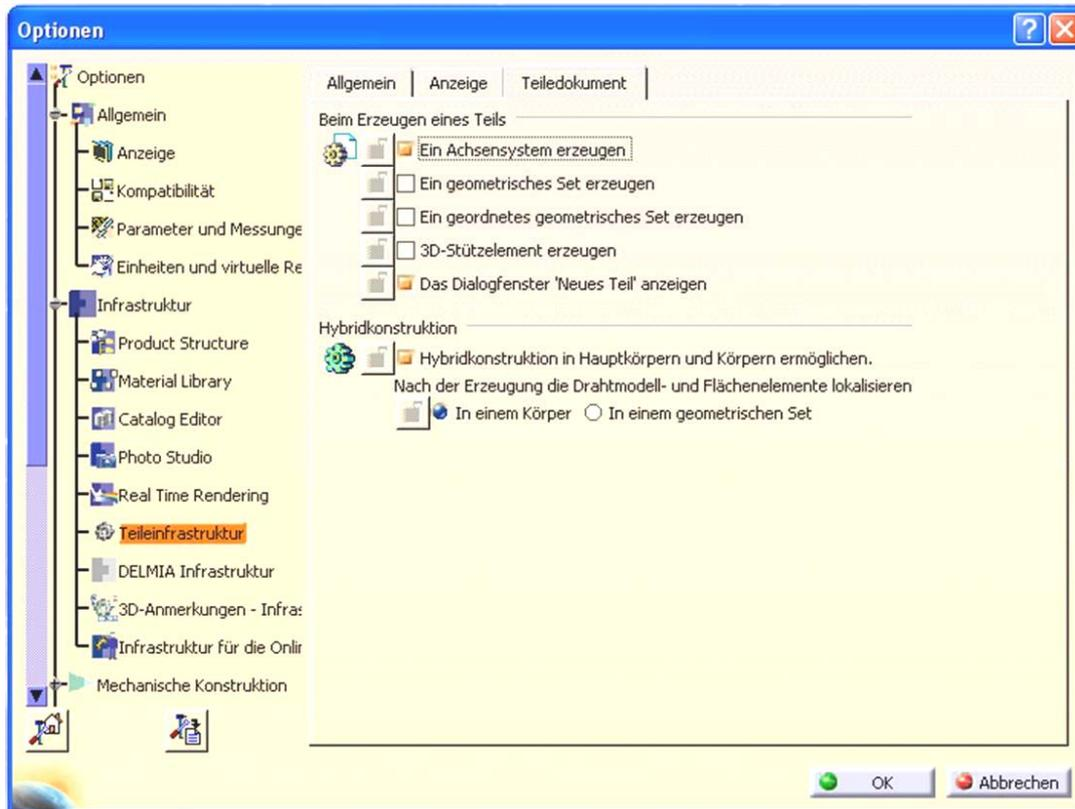

Abb. 16: Tab „Teiledokument“
- Im Tab „Teiledokument“ soll in „Beim Erzeugen eines Teils“ das Feld „Ein Achsensystem erzeugen“ und „Das Dialogfenster „Neues Teil“ anzeigen“ aktiv sein. Weitere Einstellungsänderungen sind zunächst nicht notwendig (siehe **Abb. 16**).